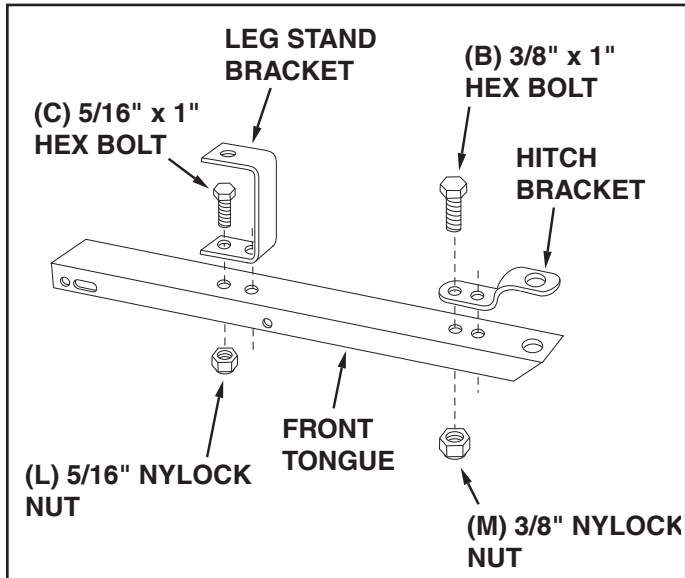

FIGURE 4
- Assemble the hitch bracket to the front tongue using two 3/8" x 1" hex bolts (B) and 3/8" nylock nuts (M). **Tighten.** See figure 4.
- Assemble the leg stand bracket to the front tongue using two 5/16" x 1" hex bolts (C) and 5/16" nylock nuts (L). **Tighten.** See figure 4.
8. Assembler le support d'attelage à la barre d'attelage avant à l'aide de deux boulons à 6 pans (B), de rondelles-frein (I) et de contre-écrous (M). **Serrer.** Voir figure 4.
9. Installer la béquille sur la barre d'attelage avant à l'aide de deux boulons à 6 pans (C) et de deux contre-écrous (L). **Serrer.** Voir figure 4.